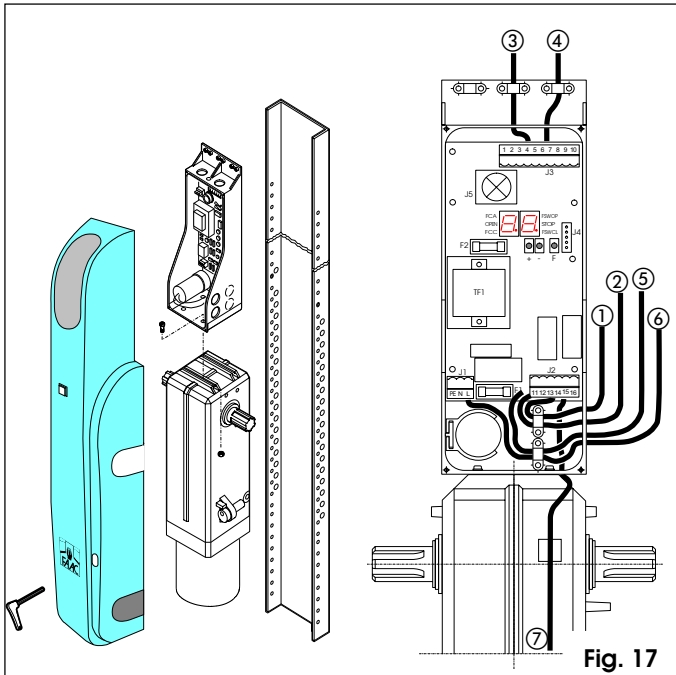

Fig. 17
- Con l'albero di rotazione in alto (Fig. 17)